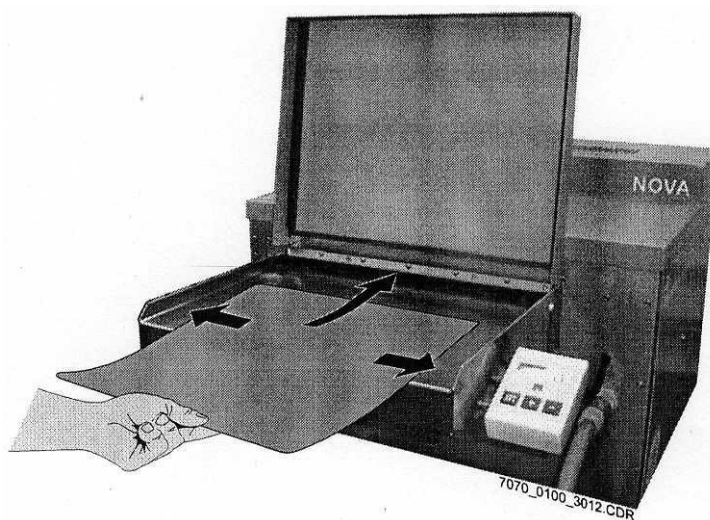

Рис. 8
- Листы пленки следует класть длинной стороной к столу подачи, держа пленку посередине двумя пальцами за противоположную сторону. С небольшим давлением вставьте пленку без перекоса в щель подачи. Отпустите пленку, когда она будет захвачена транспортной системой проявочной машины (рис. 8).